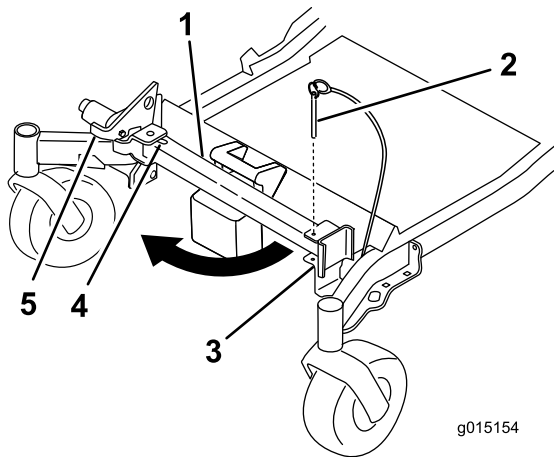
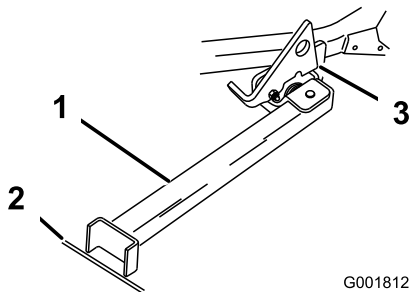

Bild 39
Bild 40
2. Nehmen Sie den Halterungsstift ab (Bild 39).
3. Heben Sie den Riegel an. Drehen Sie den Ständerfuß nach vorne heraus und schieben Sie den Ständer zur Maschine in den unteren Schlitz (Bild 39 und Bild 40).
4. Stellen Sie den Fuß auf den Boden und lassen Sie den Riegel auf der Drehlasche aufliegen (Bild 40).
Hinweis: Stellen Sie den Ständerfuß am besten in Risse auf Gehwegen oder in der Rasenfläche (Bild 40).
6. Fahren Sie auf den Stand auf. Halten Sie an, wenn der Riegel über die Lasche in die arretierte Stellung einrastet (Bild 40). Stellen Sie nach dem Auffahren auf den Stand die Feststellbremse fest und stellen Sie den Motor aus.
5. Stellen Sie den Ständer wieder in die Ruhestellung (Bild 39).